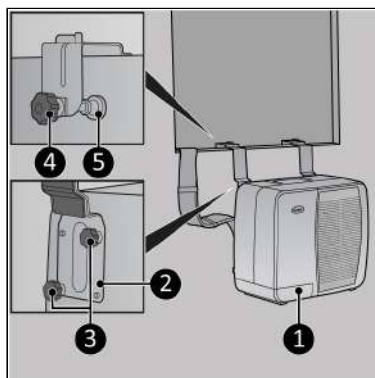

Figure 135.
1. Fest de øverste campingvognbraketene (Figure 135, pos. 2) på utendørsenheten (Figure 135, pos. 1) ved å stramme til de to skruene på hver brakett (Figure 135, pos. 3).
2. Heng utendørsenheten (Figure 135, pos. 1) fra ønsket vindu, og sørg for at innendørsenheten er forsvarlig plassert på et bord eller sofa.
3. Stram til justeringsbolten (Figure 135, pos. 4) på hver brakett. Kontroller at trykkskiven (Figure 135, pos. 5) er plassert vertikalt.